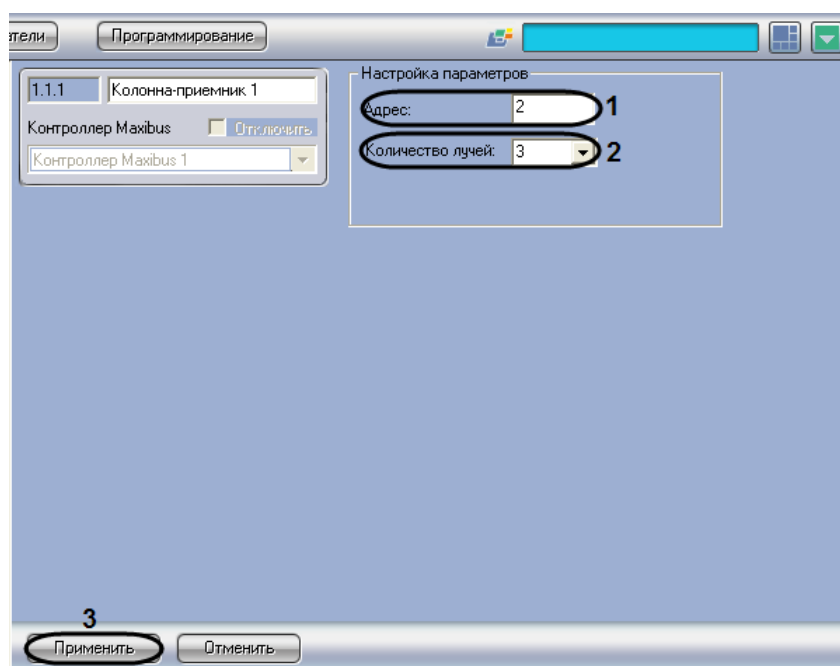

Рис. 3.5-2 Настройка колонны-приемника
1. Перейти на панель настройки объекта **Колонна-приемник** (Рис. 3.5-2).
2. В поле **Адрес** ввести текущий адрес колонны-приемника в сети контроллера Maxibus (см. Рис. 3.5-2, 1).
3. Из раскрывающегося списка **Количество лучей** выбрать количество подключенных ячеек колонны-приемника (см. Рис. 3.5-2, **2**).
4. Для сохранения внесенных изменений нажать кнопку **Применить** (см. Рис. 3.5-2, **3**).